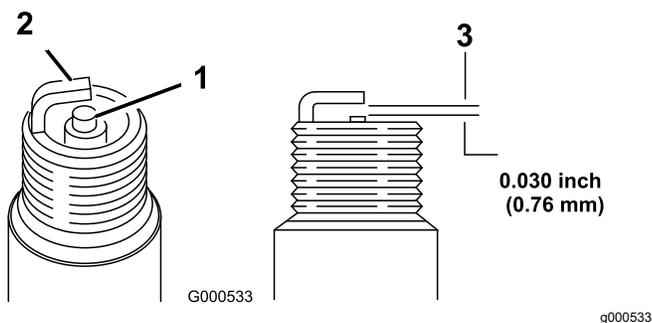

Рисунок 27
5. Установите в свече зазор, равный 0,76 мм; см. (Рисунок 27).